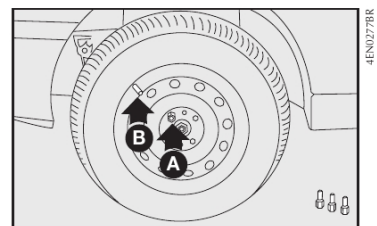

fig. 11
7) Atarraxar apenas um dos parafusos **A-fig. 11**, em correspondência com a válvula de enchimento **B**;